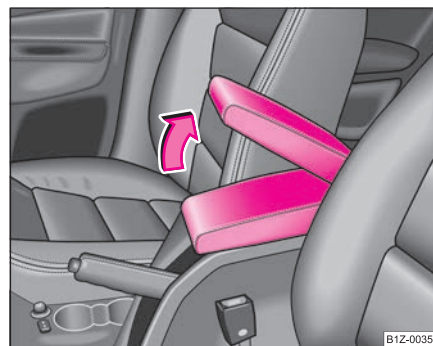

Fig. 106 Cotiera:
- Deschideți capacul cotierei în sensul săgeții ⇒ pagina 112, fig. 106.